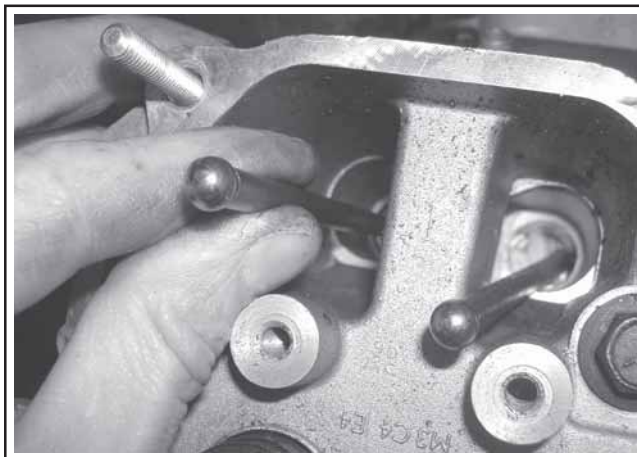

Figura 11-41. Installazione delle aste di spinta nelle posizioni originali.
1. Notare il segno o la targhetta che identificano le aste di spinta per aspirazione o scarico oppure per i cilindri 1 o 2. Immergere le estremità delle aste di spinta in olio motore ed installarle accertandosi che siano inserite a fondo nelle sedi degli alzavalvole idraulici corrispondenti. Vedere Figura 11-41.